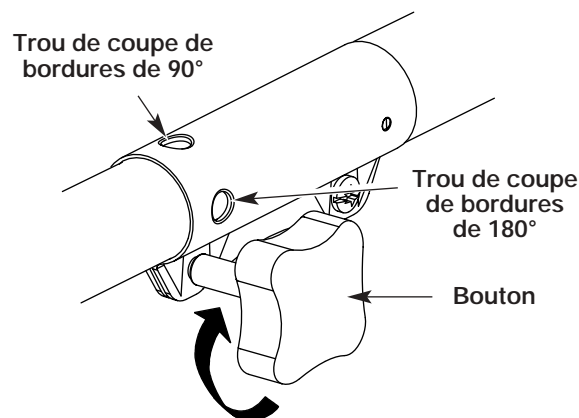

Fig. 21
3. Serrez le bouton en le tournant à droite (Fig. 21).
Pour couper les bordures à l'aide de la tête d'accessoire de coupe sur les modèle EZ-Link^{MC}, verrouillez le bouton de déclenchement de l'accessoire de coupe dans le trou de 90° ou de 180° (Fig. 21).